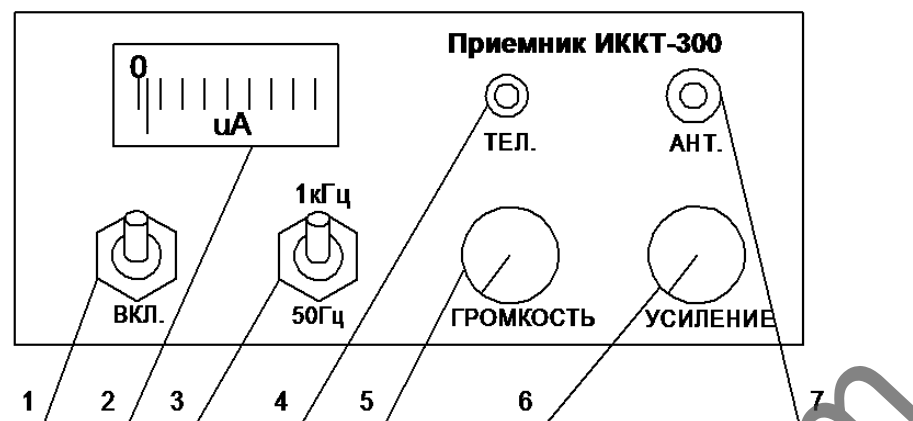

Рис.1. Вид передней панели приемника искателя кабеля.
4.2. Проверьте работоспособность приемника (рис.1) перед началом работы в следующем порядке.